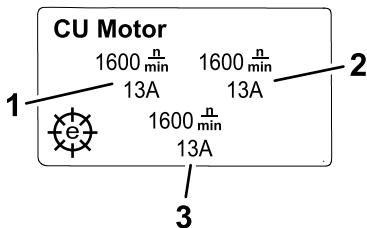

Figura 21
- **Pantalla de información de los motores de las UC  (Figura 21):** muestra la velocidad y la corriente de cada motor de molinete.